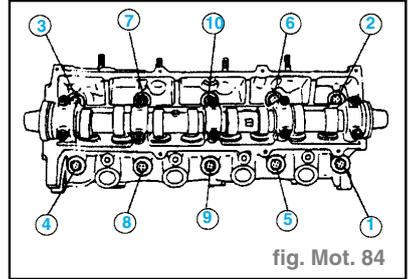

fig. Mot. 84
- Desserrer les boulons de culasse de quelques tours dans l'ordre indiqué. (fig. Mot. 84)